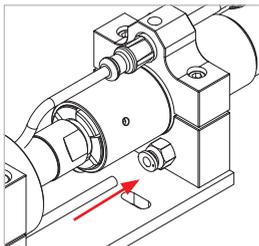

Abbildung 7
- ▶ Stecken Sie die Spülleitung der Tankkupplung in die kupplungsseitige Steckverbindung der Halteschale (Pos. 11, *Abbildung 7*).